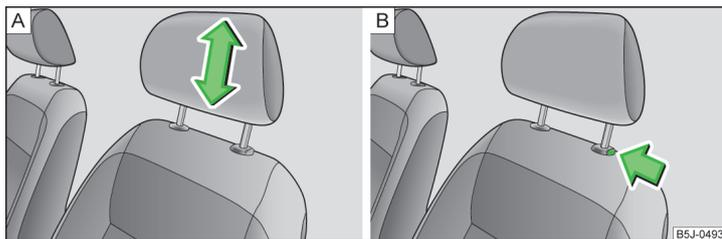

Fig. 62 Reposacabezas: ajustar / desmontar
- Coger el reposacabezas por los lados con las dos manos y tirar a discreción de él hacia arriba » fig. 62 - A.
- Si se desea desplazar el reposacabezas hacia abajo, pulsar y mantener pulsada la tecla de seguro » fig. 62 - B con una mano, y con la otra mano desplazar el reposacabezas hacia abajo.
- Pulsar la tecla del seguro en el sentido de la flecha » fig. 62 - B y extraer el reposacabezas.